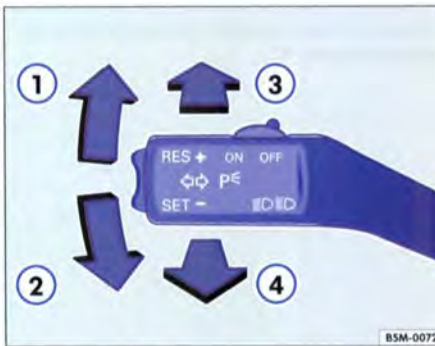

Fig. 37 Levier des clignotants et de l'inverseur-codes
- Soulevez le levier jusqu'en butée \Rightarrow fig. 37 ① pour activer les clignotants droits ou abaissez-le jusqu'en butée ② pour activer les clignotants gauches.
- Poussez le levier vers l'avant \Rightarrow fig. 37 ③ pour activer les feux de route.